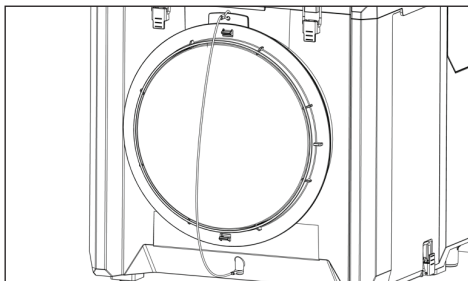

Fig. 7: Luftintagslock (stängningsläge)
- ▶ Stäng luftintagslocket (fig. 7) före transport. På så sätt förhindras att damm läcker ut från apparaten till omgivningen.